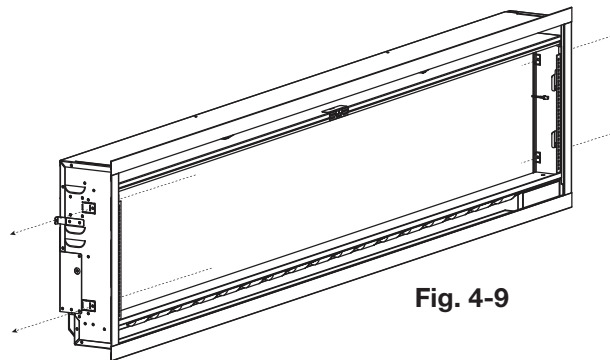

Fig. 4-9
8. Utilisez 4 vis pour fixer l'appareil dans le mur (**Fig. 4-9**). Ne pas trop serrez les vis.